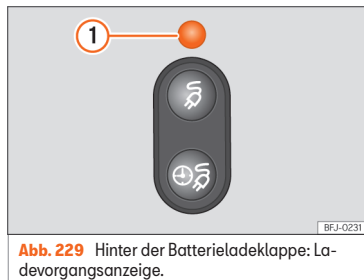

Abb. 229 Hinter der Batterieladeklappe: Ladevorgangsanzeige.
Die Ladevorgangsanzeige ist eine LED-Leuchte » Abb. 229 ①, die sich an der Ladedose befindet und den Stand des Ladevorgangs anzeigt.